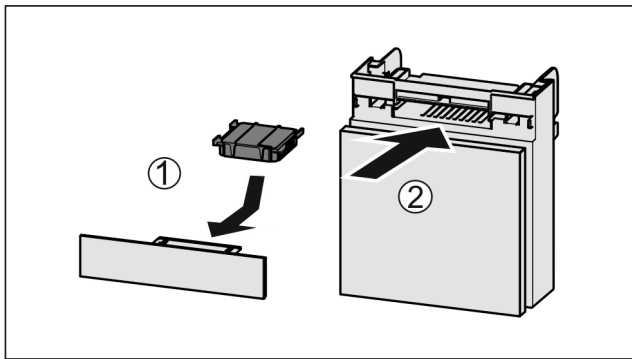

Fig. 53
- ▶ Inserte Fig. 53 (1) el filtro de carbón activado según se indica en la ilustración.
- ▶ Inserte Fig. 53 (2) el compartimento.